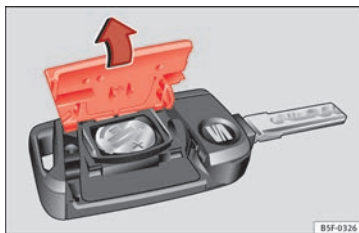

Fig. 135 Chiave del veicolo: aprire il coperchio del vano della batteria.
- Togliere il coperchio della parte posteriore della chiave del veicolo » » fig. 135 nella direzione indicata dalla freccia » » ①.
- Collocare il coperchio come illustrato » » fig. 135 e inserirlo nel vano batteria nella